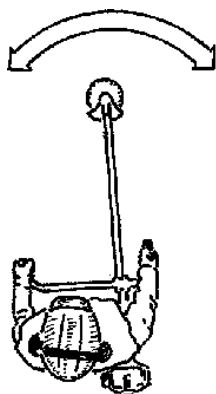

Fig.21
**La falciatura dell'erba** va eseguita come se foste in corridoi di larghezza di circa 1,5 metri, spostandovi in avanti passo passo, sfalciando da destra a sinistra e viceversa. Ad ogni passo assicuratevi di assumere la nuova posizione sempre stabile sui piedi (Fig. 21). Se usate dischi per erba, e volete recuperarla, falciate sempre da destra a sinistra depositando così alla vostra sinistra quanto falciato.